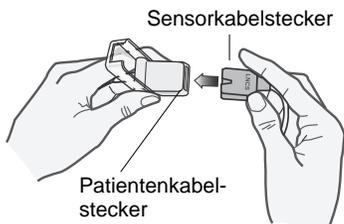

Abbildung 5
- Nehmen Sie die durchsichtige Schutzabdeckung von der Buchse des entsprechenden Patientenkabels ab und schieben Sie den Stecker des Sensorkabels vollständig in den Patientenkabelstecker (siehe Abbildung 5).
6. Klappen Sie die durchsichtige Schutzabdeckung von der Buchse des Patientenkabels hoch und schieben Sie den Stecker des Sensorkabels vollständig in den Patientenkabelstecker (siehe Abbildung 5).